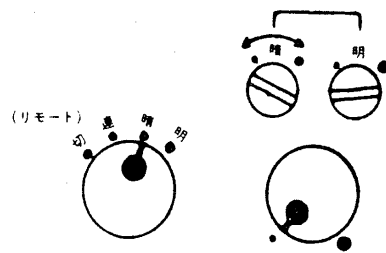

図8
- 切換スイッチを「暗」または「明」にしますと明るさが段階的に変わります。明るさはそれぞれ明るさ調整つまみで設定します。(図8)